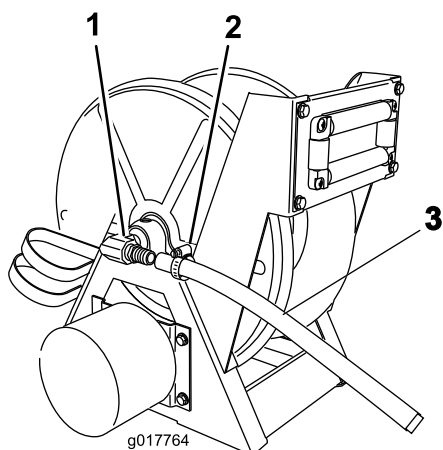

図 18
20. ホースクランプをホースに通し、ホースを、ホースリール・アセンブリの直角バーブに接続する（図 18）。